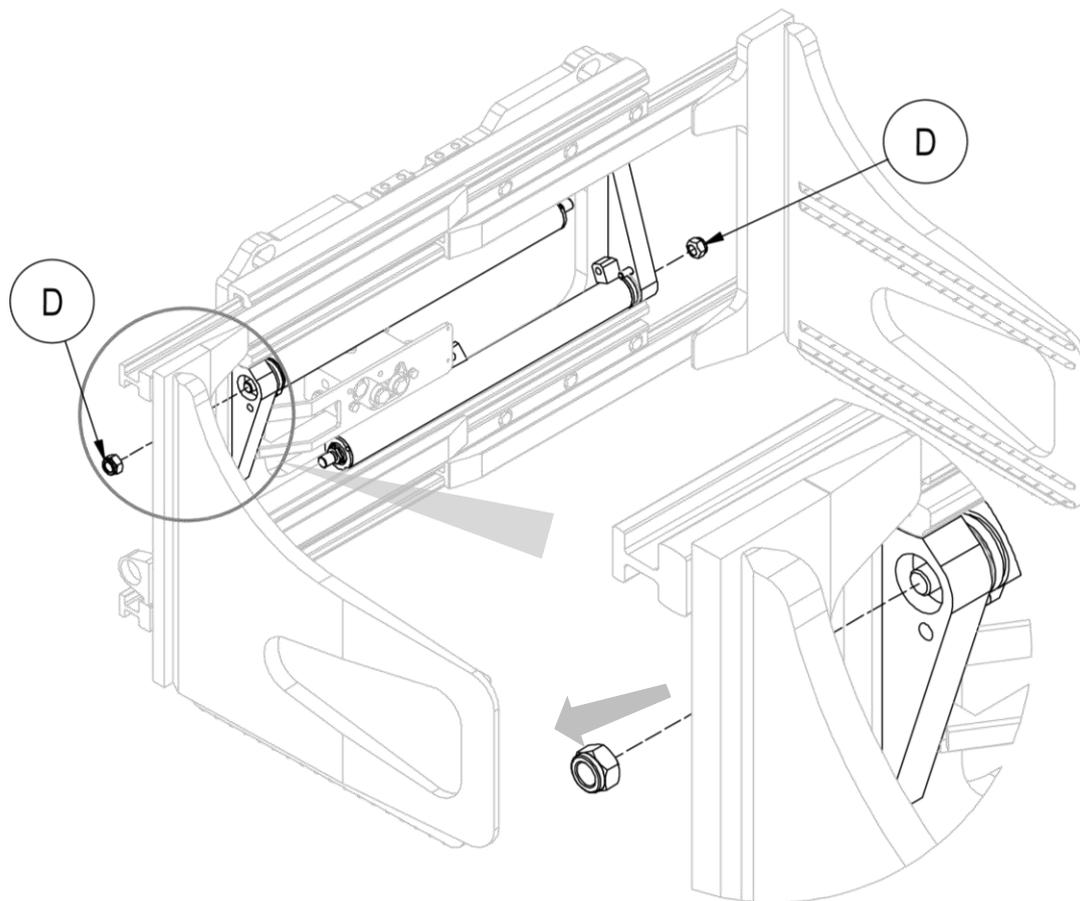

Figura 27
7. Rimuovere i dadi **D** che vincolano i cilindri alla struttura dell'attrezzatura e rimuovere i cilindri stessi, prestando attenzione a non danneggiarli (vedi *Figura 27*).